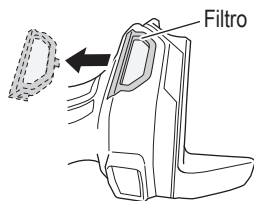

Fig. 23
- Si la malla está obstruida y no se pueden eliminar los residuos o el polvo, desmonte el filtro y límpielo con una pistola de aire, etc. (Fig. 23)